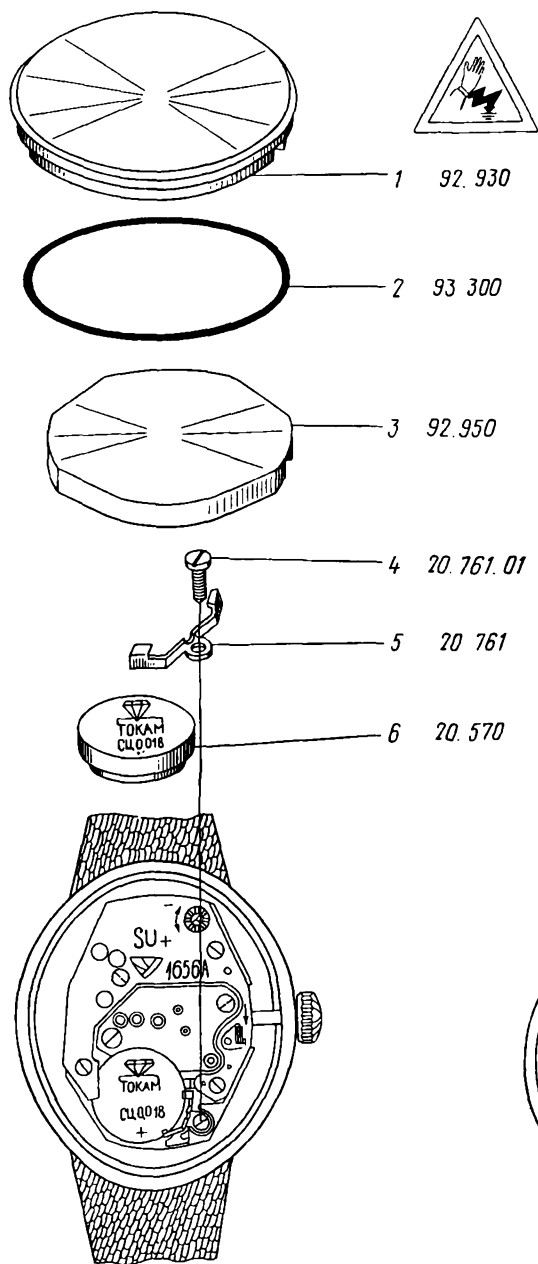

Рис. 66
2. Открыть и снять крышку (дно) 1 (рис. 66)